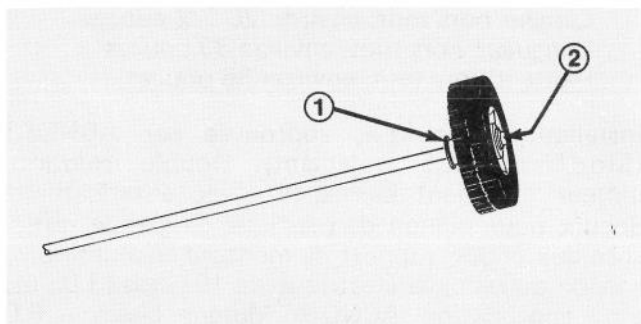

Figure 1
1. Posez un des écrous à pousser au bout de l'essieu (Figure 1) en plaçant l'écrou sur une surface plane, en insérant un bout de l'essieu et en frappant légèrement l'autre bout de l'essieu avec un marteau.
2. Glissez la roue sur l'essieu jusqu'à ce qu'elle appuie sur l'écrou (Figure 1). Assurez-vous que le côté du moyeu à six rais de la roue soit du côté du centre de l'essieu.
3. Glissez une rondelle plate sur le bout de l'essieu jusqu'à ce qu'elle appuie sur le moyeu de la roue (Figure 1).